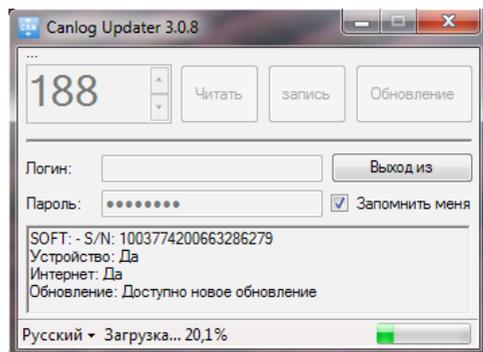

Рис.13. Обновление прошивки контроллера P145_20.
2. Запустить программу Canlog Updater (UCanlogUpdater.exe), Рис.13.